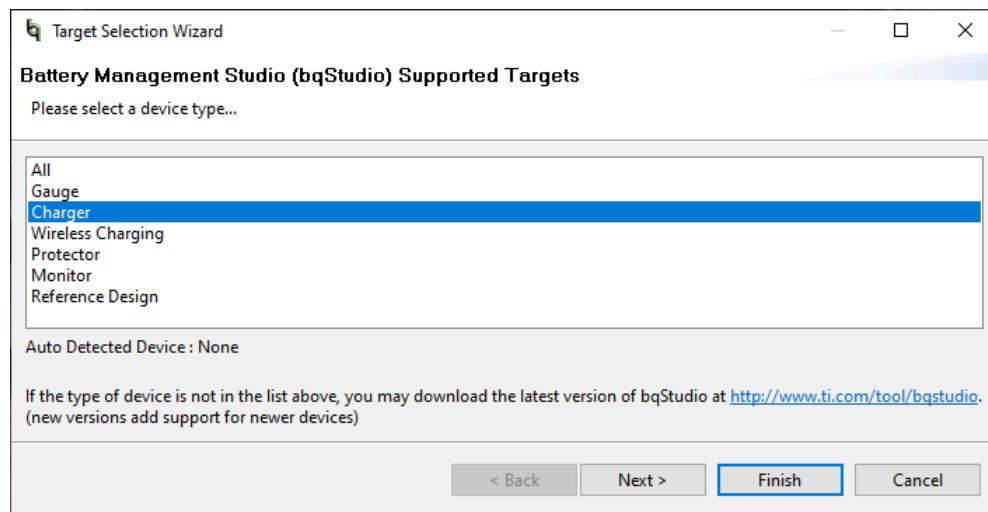

図 3-1. BQStudio のデバイス タイプ選択ウィンドウ
- EV2400 または EV2500 通信ボックスが接続されているコンピュータで、Battery Management Studio (BQStudio) を起動します。図 3-1 に示すように、チャージャを選択します。